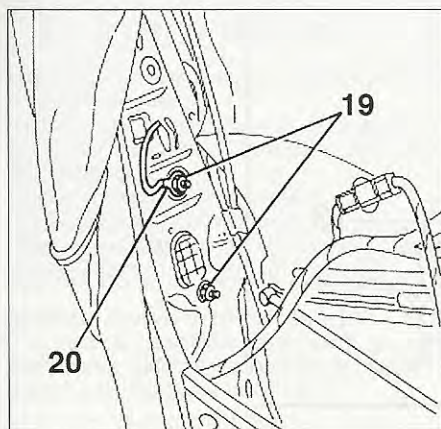

FIG. 17
- Desmontar las 2 tuercas (19) de fijación (fig. 17).
- Separar la masa (20).